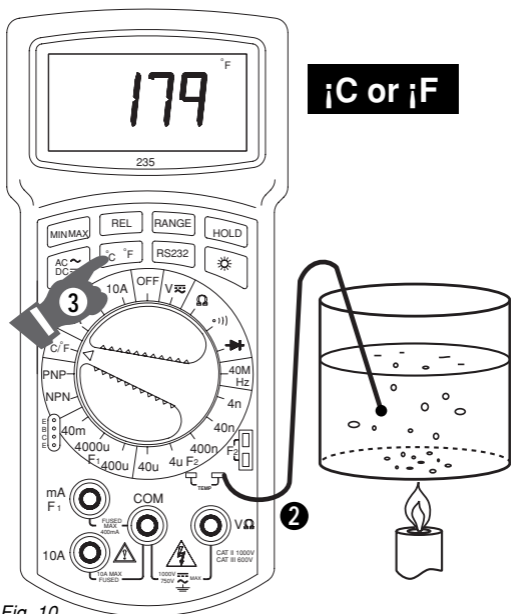

Fig. 10
TEMPERATURE (See Fig. 10)
The K-Type thermocouple jack can be used to connect any K-Type temperature probe to read temperature in Centigrade or Fahrenheit. See Wavetek Meterman's Test Tool catalog for accessory probe handle and surface, air & liquid probes. ❶ Turn the range switch to the °C/°F position. ❷ Connect the beaded wire probe (supplied with the meter) as shown in the figure 10. ❸ Use the °C/°F switch to change the reading between Centigrade and Fahrenheit. ❹ Read the temperature in the LCD.
D • Temperaturmessung (siehe Fig. 10)
Mit dem Typ K Thermokuppel Eingang kann Temperatur in °C und °F gemessen werden. ❶ Stellen Sie den Funktionsschalter auf °C/°F. ❷ Verbinden Sie den mitgelieferten, geperlten Thermokuppelleiter gemäß Fig. 10. ❸ Drücken Sie die °C/°F Taste um °C oder °F zu wählen (°C oder °F in der Anzeige). ❹ Temperaturwert ablesen.
F • Mesure de Température (voir Fig. 10)
Avec l'entrée pour thermocouples de type K vous pouvez mesurer la température en °C ou en °F. ❶ Placez le sélecteur de fonctions en position °C/°F. ❷ Connectez le câble thermocouple fourni comme indiqué en figure 10. ❸ Pressez la touche °C/°F pour afficher °C ou °F. ❹ Lisez la valeur de température sur l'afficheur.